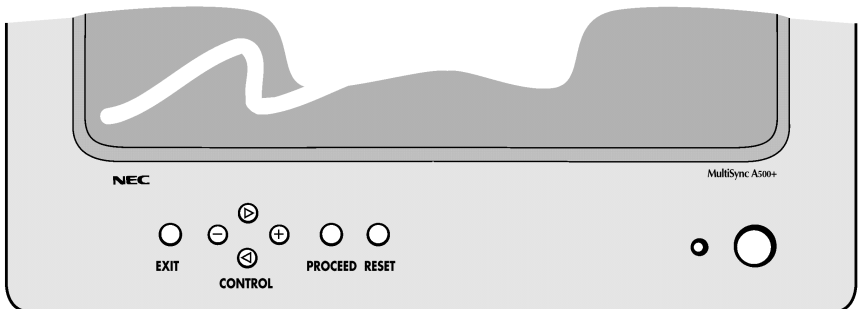

Abbildung D.1
5. Schalten Sie Monitor (Abbildung D.1) und Computer ein.